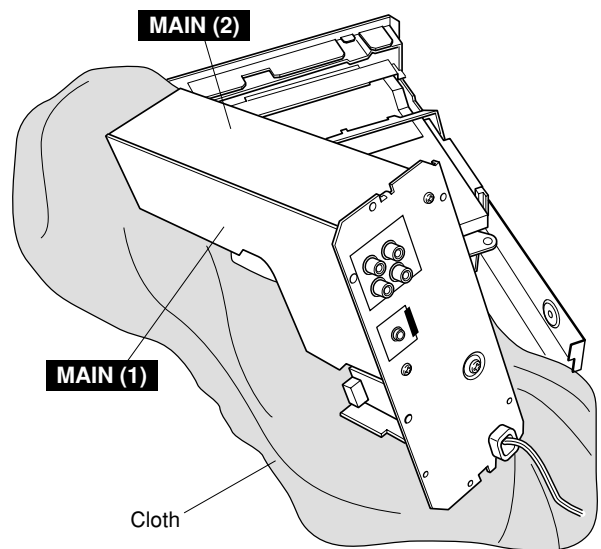

Fig. 8
- Place the Main P.C.B. as shown in Fig. 8 and check them for operation.
- Main P.C.B.をFig. 8のように置いて、動作チェックを行います。